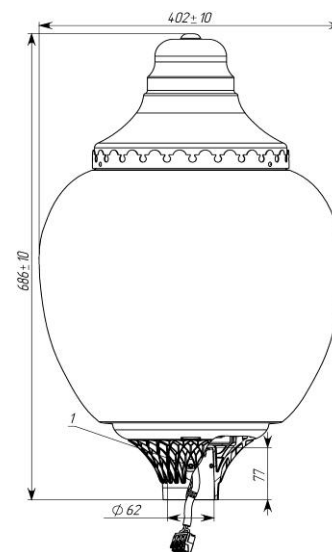
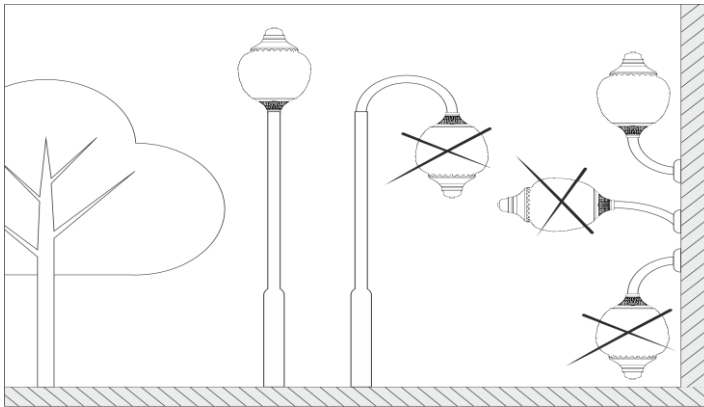

Рисунок 2
Рисунок 3
2.1 Светильники торшерные серии GALAD Лотос LED-40 (Рисунок 2) предназначены для функционально-декоративного освещения парков, скверов, бульваров, зон отдыха, территорий микрорайонов, коттеджных посёлков.
5.1 Светильник устанавливается на трубу диаметром 50...60 мм **рассеивателем вверх** (Рисунок 3) «Разрешенные пространственные положения установки светильника Лотос LED» и закрепляют тремя болтами М6 (поз.1 Рисунок 2) с усилием затяжки 3,5 – 4 Н·м.